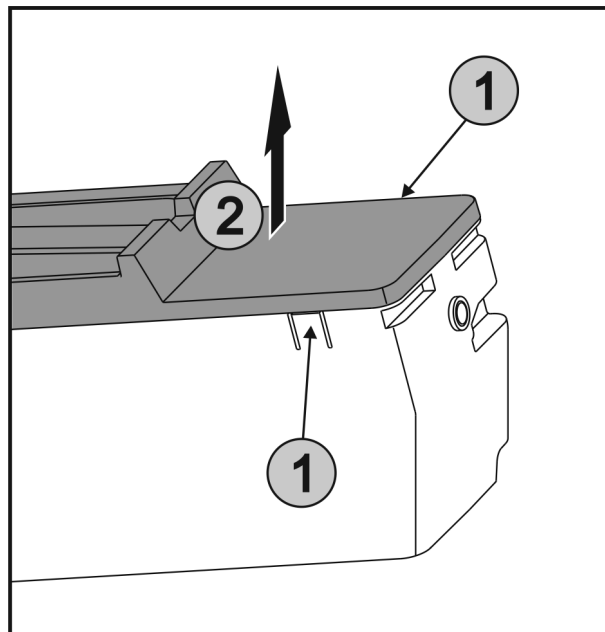

Fig. 38
- ▶ Wcisnąć jednocześnie nakładki Fig. 38 (1) znajdujące się po obu stronach EasyTwist-Ice, a pokrywę zdjąć podnosząc Fig. 38 (2) do góry.